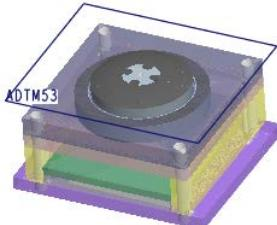
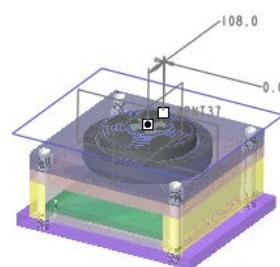
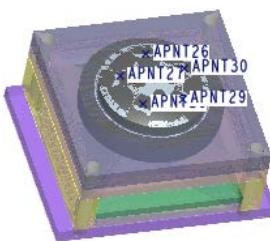

图 30.30 定义草绘平面
图 30.31 基准点位置
图 30.32 阵列特征
Step4. 创建顶杆参考点。单击 **模型** 功能选项卡 **基准** ▾ 区域中的“创建基准点”按钮 ，系统弹出“基准点”对话框；在模型树界面中，选择 → 树过滤器(F)... 命令。在系统弹出的“模型树项”对话框中，选中 特征 复选框，然后单击 **确定** 按钮，选取之前创建的基准平面 ADTM46 为基准点放置平面，如图 30.30 所示。在“基准点”对话框中单击 **偏移参考** 区域的“单击此处添加项”字符，按住 Ctrl 键选择 MOLD_FRONT 基准平面和 MOLD_RIGHT 基准平面为偏移参考平面。在 MOLD_FRONT:F3 基... 后面的文本框中输入数值 108，按 Enter 键。在 MOLD_RIGHT:F1 基... 后面的文本框中输入数值 0，然后按 Enter 键。基准点位置如图 30.31 所示；在“基准点”中单击 **确定** 按钮；在模型树中，选中基准点特征 APNT22 右击，在系统弹出的快捷菜单中选择 命令，在操控板中选择 **轴** 选项，在模型中选择基准轴 Z；在操控板中输入阵列的个数 5 和角度增量值 72.0，并按 Enter 键，结果如图 30.32 所示，在“阵列”操控板中单击 按钮，完成特征的创建。